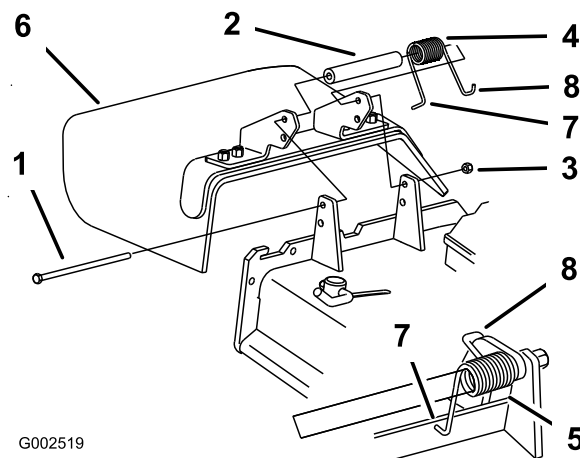

Figure 90
1. Retirez le contre-écrou, le boulon, le ressort et l'entretoise qui fixent le déflecteur aux supports de pivot (Figure 90).
Remarque: Prenez soin de placer l'extrémité en **L** du ressort derrière le bord du tablier avant de mettre le boulon en place, comme indiqué à la Figure 90.
5. Accrochez l'extrémité en **J** du ressort au déflecteur d'herbe (Figure 90).